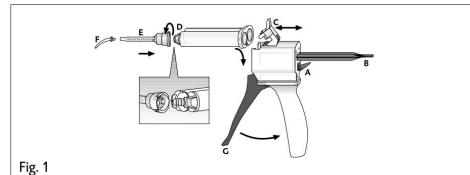

Fig. 1
1. Поднимите вверх рычажок [рис. 1, поз. А] на тыльной части диспенсера Automix и передвиньте назад до отказа скользящий затвор [рис. 1, поз. В].
2. Приподнимите пластиковый фиксатор [рис. 1, поз. С], установите картридж и закрепите его пластиковым фиксатором [рис. 1, поз. С].
1. Снимите колпачок картриджа [рис. 1, поз. Д] или использованный смесительный наконечник, повернув против часовой стрелки на 90°, и выбросьте их.
2. Установите новый смесительный наконечник [рис. 1, поз. Е].
4. Установите интраоральный наконечник [рис. 1, поз. F].
- Смешайте материал в смесительном наконечнике, нажав на курок [рис. 1, поз. Г] диспенсера Automix, и нанесите материал.
2. Приподнимите пластиковый фиксатор [рис. 1, поз. С] и извлеките картридж.